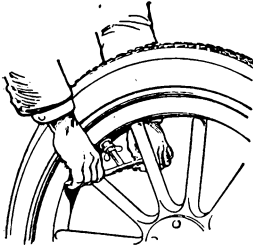

Fig. 3.
**2. Spogliare la valvola.** — Svitare di qualche giro il cappuccio della valvola, e spingerlo all'indietro col piatto della leva tenuta a due mani (fig. 3) per staccare la placchetta del bullone-valvola dai bordi della copertura. Svitare completamente il cappuccio a vite.